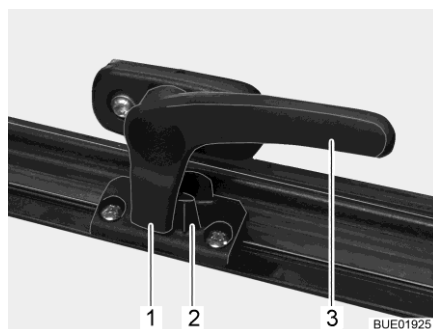

Fig. 21 Levier de verrouillage (position "Fermé")
- Tourner le levier de verrouillage (Fig. 21,3) d'un quart de tour vers le centre de la fenêtre.
- Tourner le levier de verrouillage (Fig. 21,3) d'un quart de tour vers le cadre de la fenêtre. Le tenon de verrouillage (Fig. 21,1) se trouve sur le côté intérieur du verrouillage de fenêtre (Fig. 21,2).
- En position "Fermé" (Fig. 21).